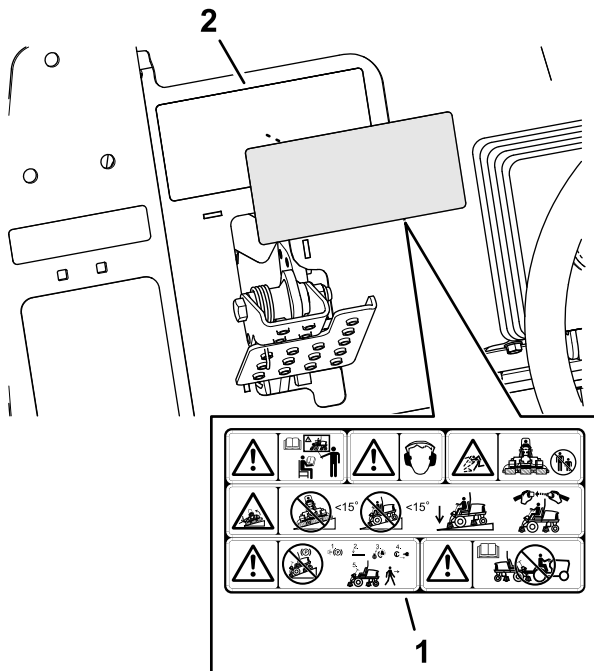

Figure 36
1. Avec de l'alcool à friction et un chiffon propre, nettoyez la surface de l'autocollant de sécurité 133-2930 et laissez sécher l'autocollant (Figure 36).